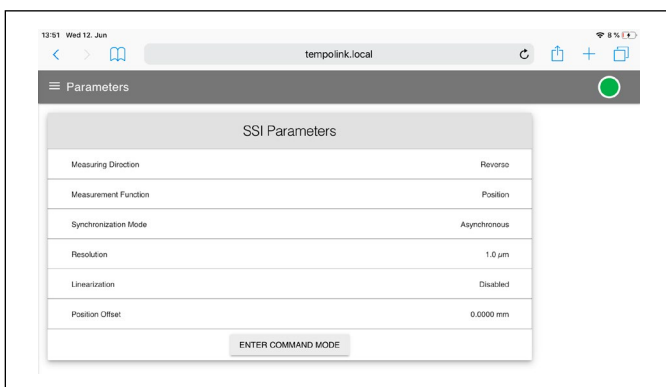

Abb. 48: SSI-Parameter
**Parameters:** Enthält Informationen über die Betriebseinstellungen des angeschlossenen Sensors (Abb. 48).